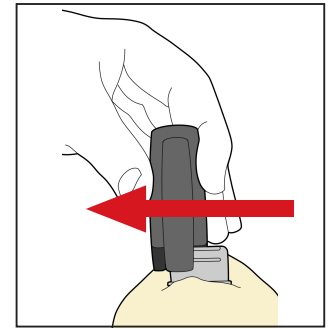

Fig. 13
7. När masken är helt hård tas IntegraBite-applikatorn bort från bitplattan genom att skjuta den åt höger eller vänster (Fig. 13).